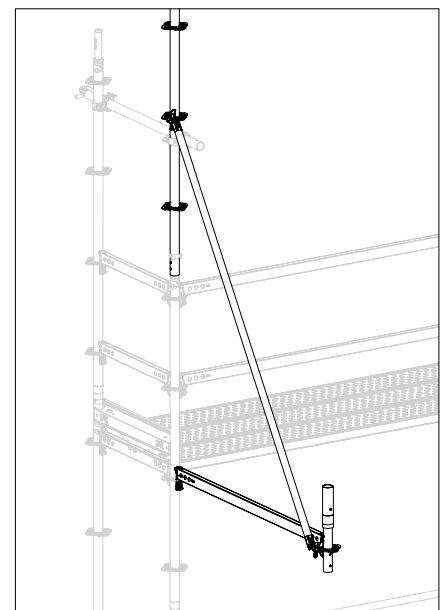

Abb. A4.03d
4. Horizontalriegel in vorgesehener Rosette des Grundgerüsts einsetzen und festschlagen. (Abb. A4.03d)